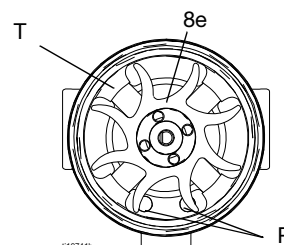

ABB. 34. Gebläseausrichtung
3. Den Widerstand zwischen den zwei äußeren Polen des 3-poligen Steckverbinders (PC) messen; der Wert sollte zwischen 2,0 und 6,0 Ohm liegen. Liegt der Widerstand außerhalb dieses Bereichs, die Turbinenspule (8a) ersetzen.
5. Bei Bedarf das Gebläse (8e) drehen, bis die Flügel die vier vorstehenden Teile der Lager (T) des Gehäuses (8d) nicht länger verdecken. Siehe ABB. 34.
7. Die Spulenbaugruppe (8a) auf der Werkbank mit nach obenweisendem Gebläseende ablegen. Mit einem breitem Schraubendreher das Gebläse (8e) von der Welle (S) abnehmen.
10. Das neue untere Lager (8b1.) am langen Wellenende (S) montieren. Die flache Seite des Lagers muss vom Magneten (M) weg weisen. In der Spule (8a) installieren, sodass die Lagerflügel bündig an der Oberfläche der Spule anliegen.
12. Die Spulenbaugruppe (8a) auf der Werkbank mit nach obenweisendem Gebläseende ablegen. Das Gebläse (8e.) auf das lange Wellenende (S) pressen. Die Gebläseflügel müssen dabei wie in ABB. 34 ausgerichtet sein.
13. Die Spuleneinheit (8a) vorsichtig in das vordere Gehäuse (8d.) drücken und dabei den Pin der Spule am Steckplatz im Gehäuse ausrichten. Der 3-polige Steckverbinder (PC) muss sich unterhalb der breiteren Nut (W) der vorstehenden Gehäuseteile befinden.
14. Das Gebläse (8e) drehen, bis die Flügel die vier vorstehenden Teile der Lager (T) auf der Gehäuserückseite nicht länger verdecken. Sicherstellen, dass die Flügel des unteren Lagers (8b1.) mit den Teilen ausgerichtet sind.